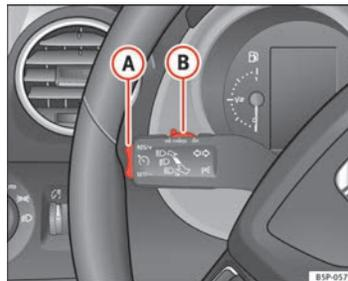

Fig. 152 Alavanca das luzes indicadoras de mudança de direcção e dos máximos: comutador e botão basculante para o regulador de velocidade
- Empurrar o cursor ⇒ Fig. 152 **(B)** para esquerda para **ON**.